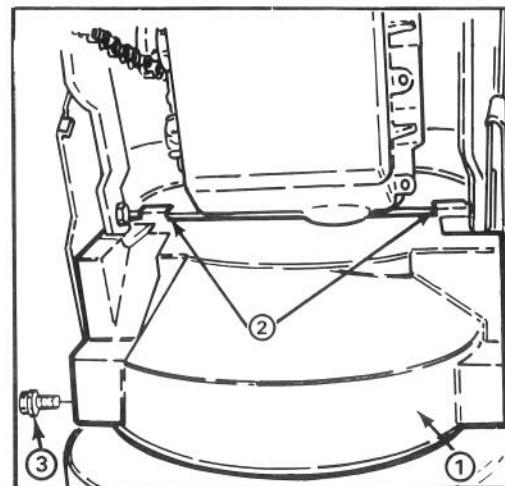

Abbildung 2
7. Untere Riemenabdeckung mit 2 1/4-20 x 1/2" Kopfschrauben an Unterseite des Räumgetriebegehäuses befestigen (Abb. 2). Sich überzeugen, daß die Riemenabdeckungs-Befestigungszungen hinten am Motorrahmen glied befestigt sind.